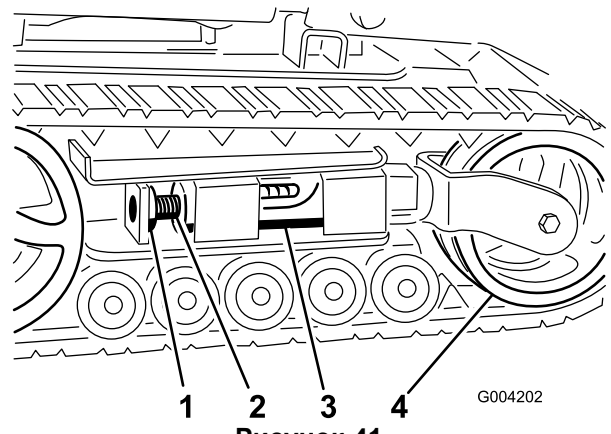
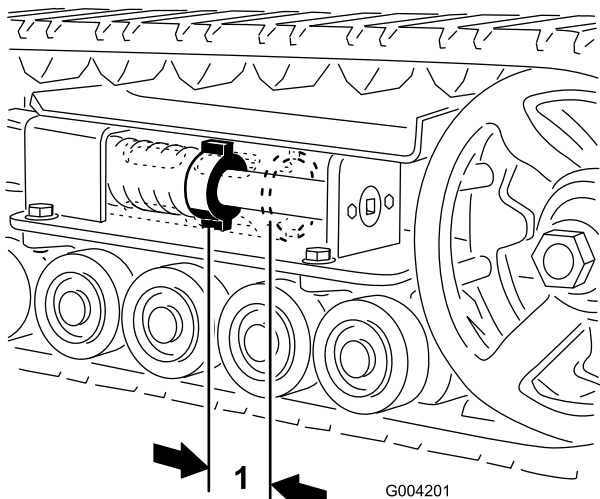
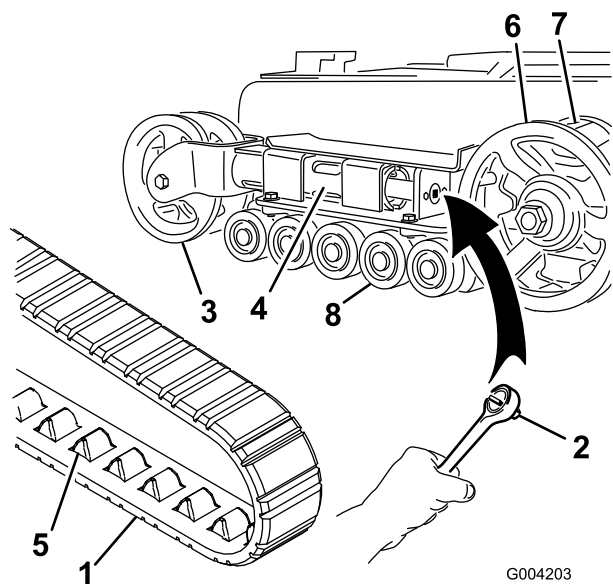
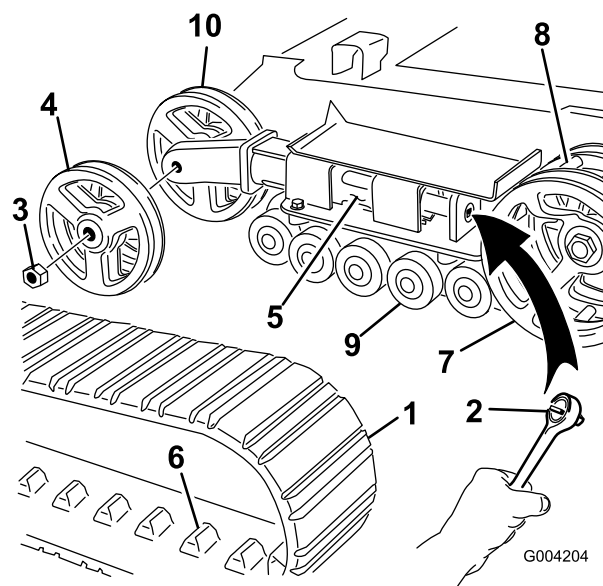

Рисунок 41
Рисунок 40
Рисунок 42
Рисунок 43
Между натяжной гайкой и задней стороной натяжной трубы должен быть зазор 2-3/4 дюйма (7 см) (Рисунок 40). Если это не так, отрегулируйте натяжение гусеницы, используя следующую методику:
3. Отвинтите зажимной болт и гайку (Рисунок 41).
4. Используя сменную головку размером 1/2 дюйма (Рисунок 42), поворачивайте натяжной винт против часовой стрелки до тех пор, пока расстояние между натяжной гайкой и задней стороной натяжной трубы (Рисунок 40) не станет равным 2-3/4 дюйма (7 см).
5. Совместите ближайшую выемку в натяжном винте с отверстием в зажимном болте и закрепите винт при помощи зажимного болта и гайки (Рисунок 41).
4. Используя сменную головку размером 1/2 дюйма, ослабьте натяжение привода, вращая натяжной винт по часовой стрелке (Рисунок 41 и Рисунок 42).
5. Надавите на натяжной каток в направлении задней части тягового блока, чтобы придвинуть трубу вилки к каркасу (Рисунок 42). (Если она не касается каркаса, продолжайте вращать натяжной винт до тех пор, пока труба вилки не приблизится вплотную к каркасу.)
7. Когда гусеница будет снята с натяжного катка, снимите ее с ведущего колеса и опорных катков (Рисунок 42).
8. Прежде всего установите новую гусеницу на ведущее колесо. Звенья гусеницы должны находиться между зубьями колеса (Рисунок 42).
9. Протокните гусеницу под опорные катки и одновременно между ними (Рисунок 42).
11. Вращайте натяжной винт против часовой стрелки до тех пор, пока расстояние между натяжной гайкой и задней стороной натяжной трубы (Рисунок 40) не станет равным 2-3/4 дюйма (7 см).
4. Используя сменную головку размером 1/2 дюйма, ослабьте натяжение привода, вращая натяжной винт по часовой стрелке (Рисунок 41 и Рисунок 43).
5. Надавите на натяжной каток в направлении задней части тягового блока, чтобы придвинуть трубу вилки к каркасу (Рисунок 43). (Если она не касается каркаса, продолжайте вращать натяжной винт до тех пор, пока труба вилки не приблизится вплотную к каркасу.)
6. Отвинтите гайку, которая крепит внешний натяжной каток, и снимите каток (Рисунок 43).
7. Снимите гусеницу (Рисунок 43).
8. Отвинтите гайку, которая крепит внутренний натяжной каток, и снимите каток (Рисунок 43).
12. Установите внутренний натяжной каток и закрепите его отвинченной ранее гайкой (Рисунок 43).
14. Установите новую гусеницу на ведущее колесо. Звенья гусеницы должны находиться между зубьями средней части колеса (Рисунок 43).
15. Установите внешний натяжной каток и закрепите его отвинченной ранее гайкой (Рисунок 43).
17. Вращайте натяжной винт против часовой стрелки до тех пор, пока расстояние между натяжной гайкой и задней стороной натяжной трубы (Рисунок 40) не станет равным 2-3/4 дюйма (7 см).